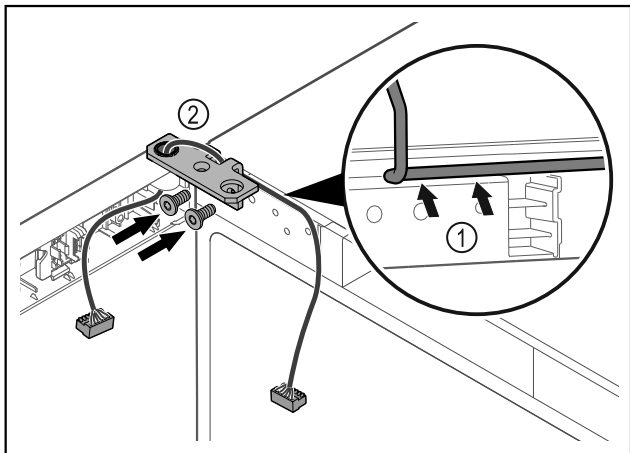

Fig. 39
- ▶ Pasar el cable por la escotadura de la escuadra de bisagra y tenderlo con cuidado Fig. 39 (1).
- ▶ Atornillar la escuadra de bisagra Fig. 39 (2).